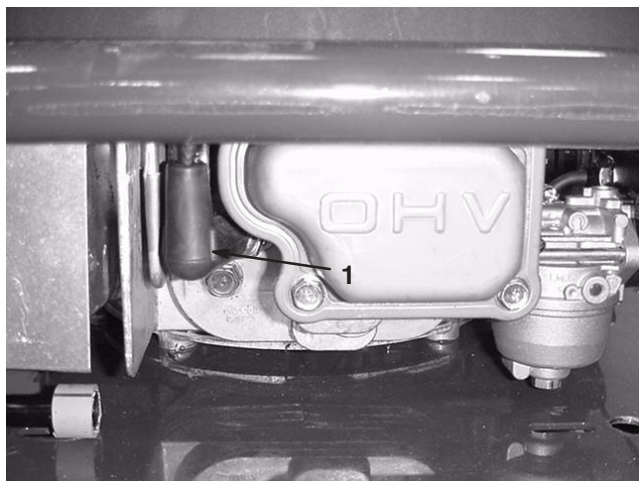

Figure 36
2. Débranchez la bougie (Fig. 36).